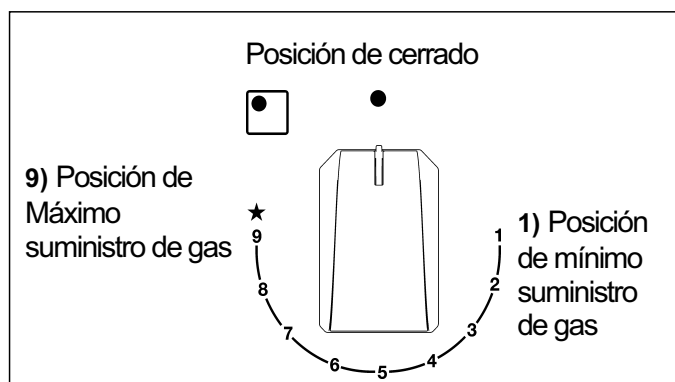

FIG. 17
Presione y haga girar en sentido contrario al de las agujas del reloj el botón giratorio correspondiente al quemador que desea utilizar hasta alcanzar la posición de Máximo  (fig. 17). A continuación, presione el mando hasta el fondo, el grifo está equipado con una escala de 9 posiciones, con cada clic la llama se reduce hasta llegar a la posición 1, es decir, el suministro mínimo de gas.
En los quemadores dotados de termopar de seguridad, gire el botón giratorio correspondiente al quemador que desea utilizar en sentido contrario al de las agujas del reloj hasta la posición de Máximo (Posición 9, fig. 17) y presiónelo al advertir un tope. Una vez encendido el quemador, mantenga presionado el botón giratorio durante unos 10 segundos. Luego siga las instrucciones para usar el tap como se explicó anteriormente.
- Ponga el botón giratorio en la posición de Mínimo una vez alcanzado el punto de ebullición (Posición 1 fig. 17).
- **el encendido de los quemadores con termopares de seguridad solo puede efectuarse cuando el mando se encuentra en la posición de Máximo (Position 9, fig. 17).**